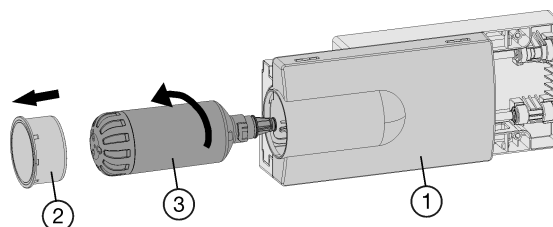

Fig. 48
- Dado el caso, extraiga el cajón Fig. 48 (1).
- Retire la tapa del filtro Fig. 48 (2).
- Gire el filtro de agua Fig. 48 (3) unos 100 ° hacia la izquierda y retírelo.